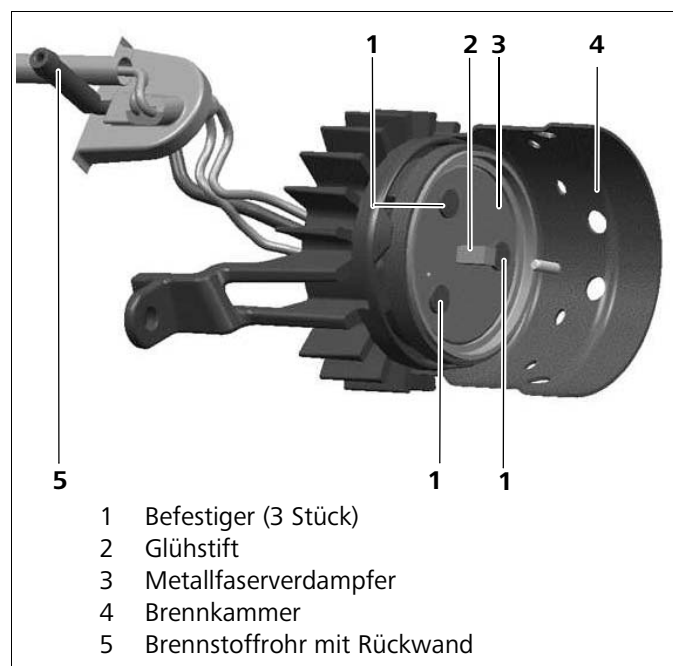

Abb. 701 Sichtkontrolle, Brennerrückwand
- Risse, Abblätterungen sowie schwarze oder sonstige Verfärbungen des Metallfaserverdampfers (3, Abb. 701) führen nicht zum Brennerausfall und haben keine Funktionsbeeinträchtigung.